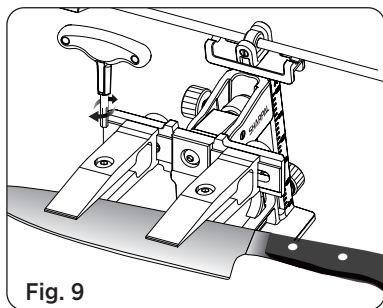

Fig. 9
3. Pas de positie van het lemmet aan zodat de afstand van het uiteinde van elke klem tot het snijvlak gelijk is bij beide klemmen. Zodra de positie van het lemmet correct is afgesteld, draai de bevestigingsschroeven van beide klemmen stevig vast met de sleutel. (Zie Fig. 9)